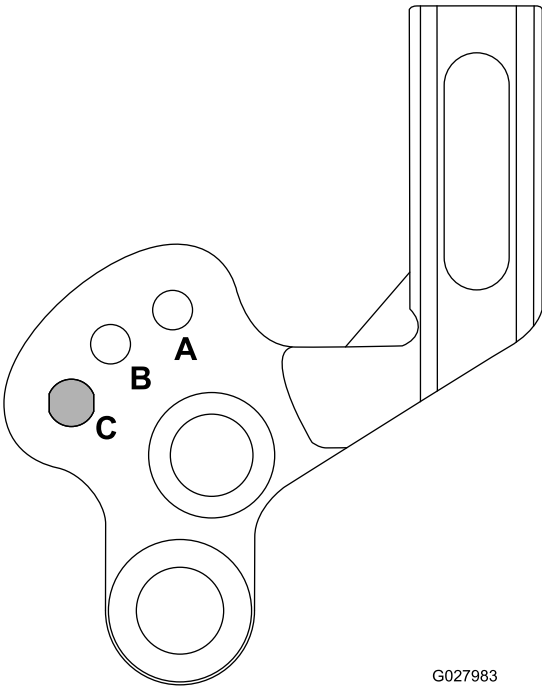

Figura 19
- B. Ruotate i bracci in alto o in basso nella posizione A o B (Figura 19).
Se desiderate tosare senza groomer o dovete trasportare la macchina, sollevate il cilindro grooming nella posizione sollevata di trasporto, come illustrato in Figura 19.